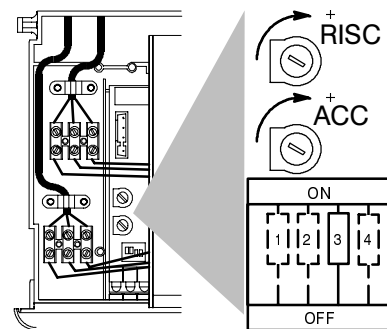

fig. 7.5
- 7 Verificare che l'accensione del bruciatore avvenga in modo uniforme ed eventualmente tarare il livello dell'accensione. Per tarare l'accensione spostare il micro selettore "3" fig. 7.5 in posizione OFF ed agire sul potenziometro "ACC" con un cacciavite appropriato fino a ottenere un'accensione corretta (consultare la tab. 7.5). Ad operazione terminata riposizionare il micro selettore "3" in posizione ON.